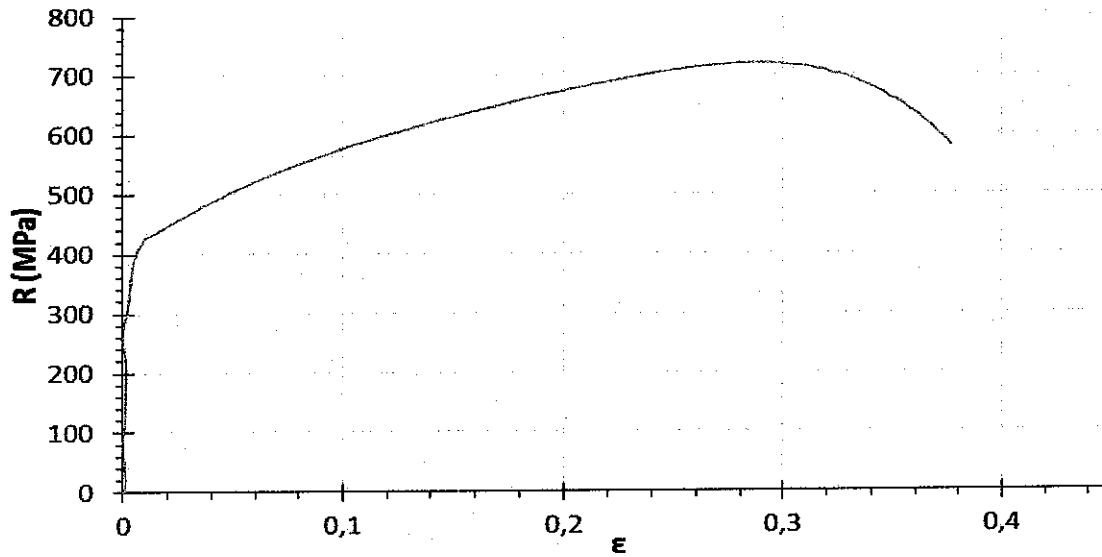

Figure 5 : Courbe de traction à renseigner
2. Indiquer sur la courbe de traction de la figure 5 les différents domaines ainsi que les grandeurs caractéristiques (R_e , R_m , $A\%$ et $R_{p0,02}$). Rappeler les définitions de ces 4 grandeurs.